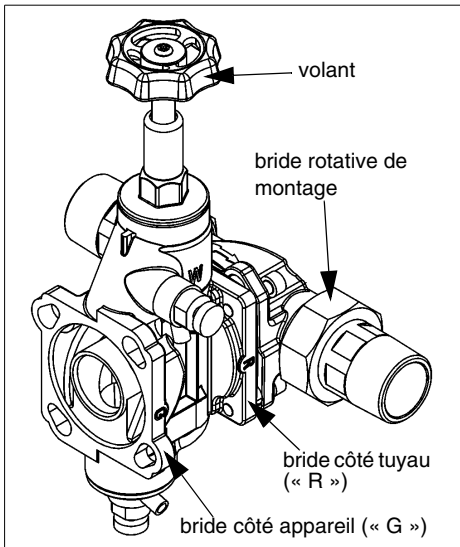

Fig. 8 : Vanne de dérivation
- Relier la vanne de dérivation coté « R » (conduite) sur la bride de montage en encliquetant la baïonnette (cf. fig. 8).